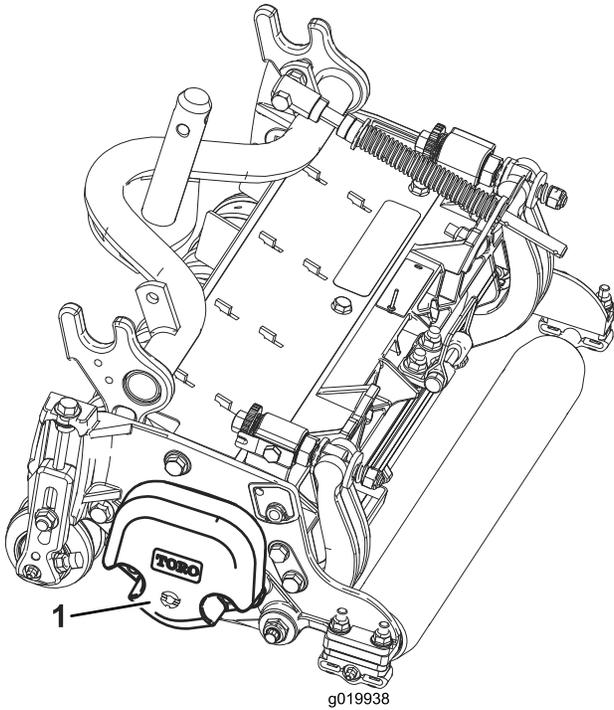

图 3
5. 按照滚刀组 *图 3* 操作员手册的说明确保将配重块安装到滚刀组正确的一端上。